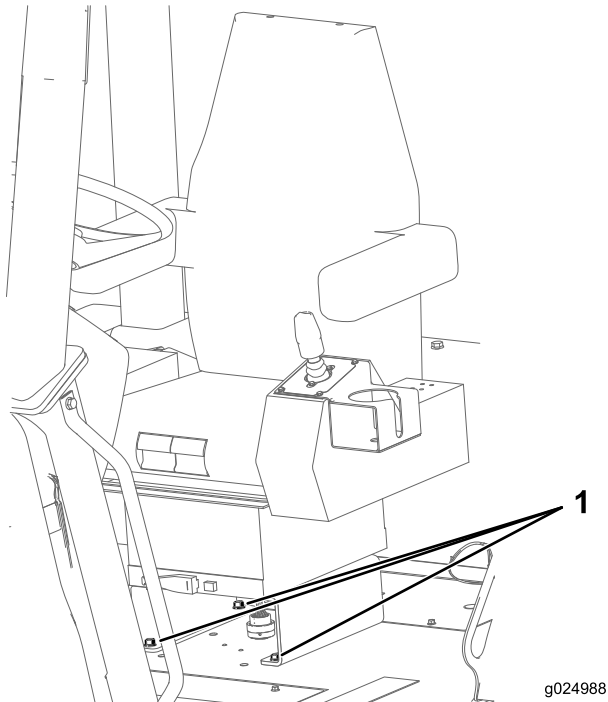

Figura 113
1. Compruebe que los pernos que sujetan el asiento al chasis de la máquina están apretados a 27–34 N-m; consulte la Figura 113.